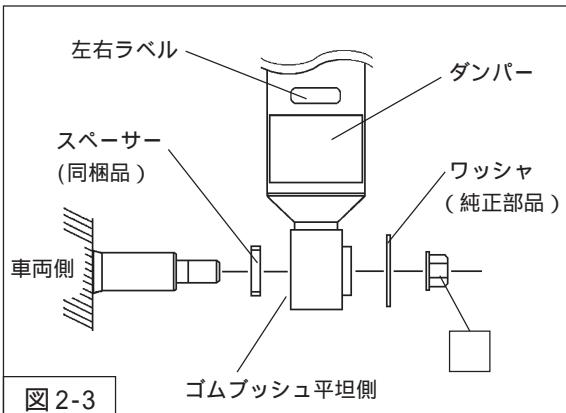

図2-3
3. ダンパーロア取付け部の車両側のシャフトにスペーサー(同梱品)を取付けてください。(図2-3)
4. ダンパーロア取付ナット(締付トルク:88~108N·m)を取付けてください。(図2-3・図2-4)